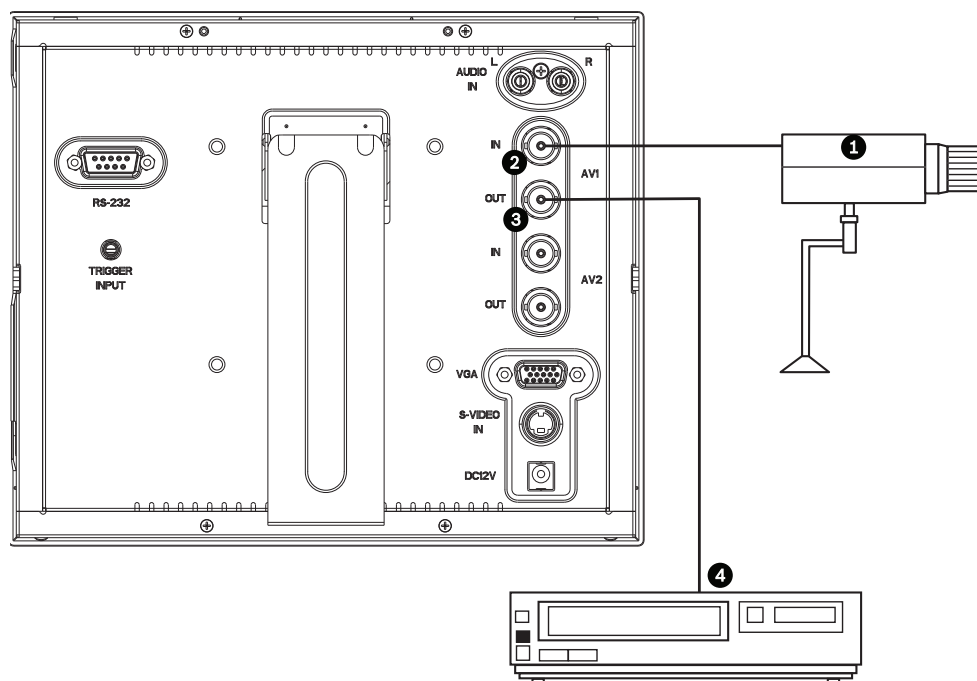
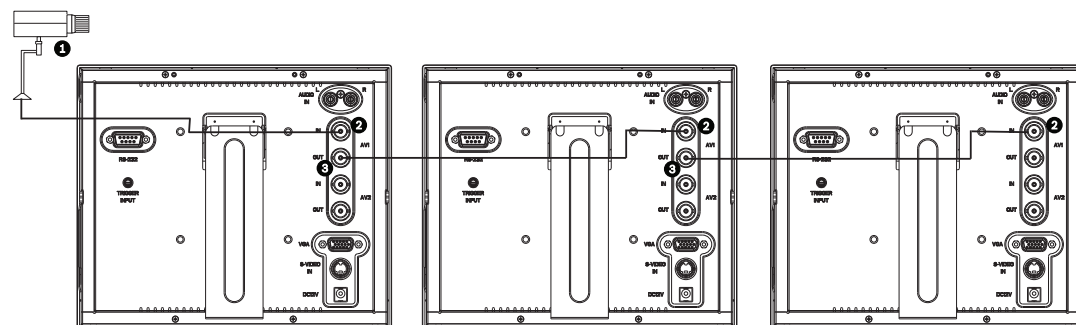

Bild 5.5 Konfiguration bei einem einzelnen Monitor
Bild 5.6 Konfiguration bei mehreren Monitoren
Hinweis: Alle Videoeingänge sind passiv durchgeschleift. Im Einzelanschlussmodus wird die Impedanz durch das Eingangssignal am Eingangsanschluss automatisch auf 75 Ω eingestellt (siehe *Bild 5.5*). Falls ein Kabel auch an dem Ausgangsanschluss angeschlossen ist, kann das Videosignal an einen anderen, über die Funktion Passive Loop-Through angeschlossenen Monitor weitergeleitet werden. Auf diese Weise können bis zu drei (3) Monitore angeschlossen werden (siehe *Bild 5.6*).